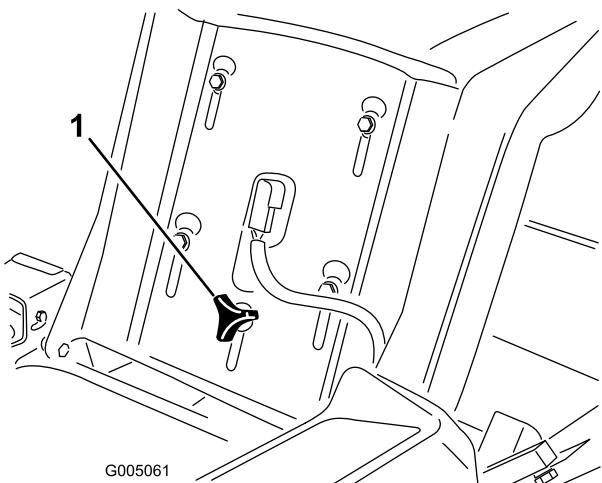

Figura 15
1. Alzate il sedile e allentate la manopola di regolazione appena a sufficienza per poter muovere il sedile (Figura 15).